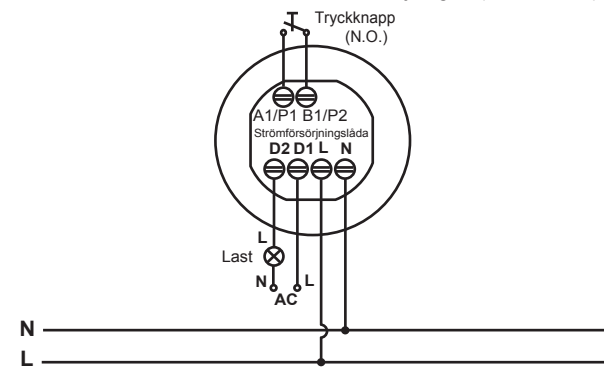

FIG. 6-A
- D1-D2 ansluter till AC-strömförsörjningen (se FIG. 6-A).
- D1-D2 ansluter till DC-strömförsörjningen (se FIG. 6-B).